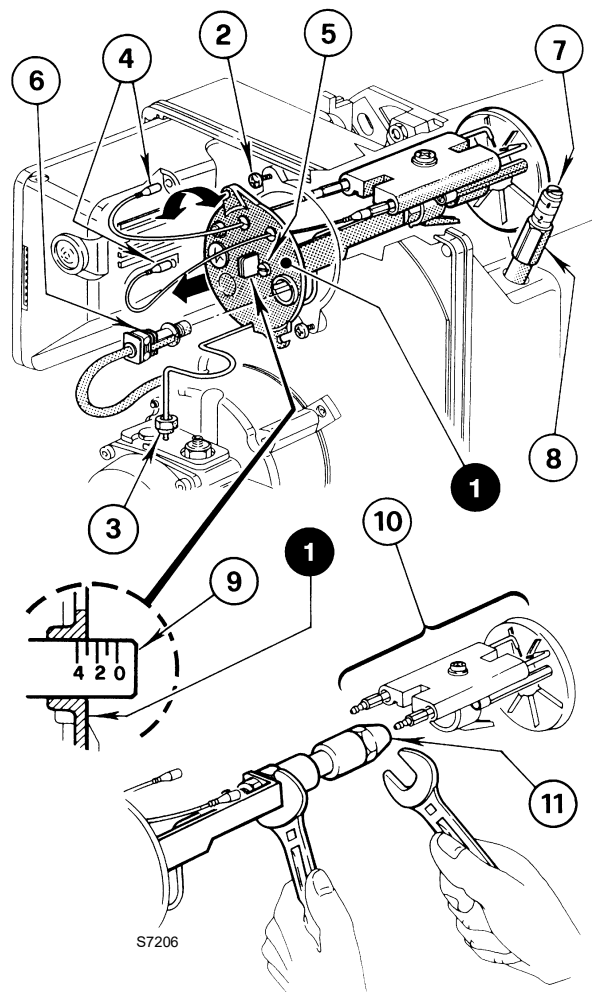

Abb. 10
Die Flammkopfeinstellung ist je nach Brennerdurchsatz verschieden (Abb. 10).
- die Stellschraube 5) so weit im oder gegen den Uhrzeigersinn drehen, bis die am Stellbügel markierte Kerbe 9)(Abb. 10) mit der Außenfläche des Düsenstocks 1)(Abb. 10) übereinstimmt.
- die Mutter 8)(Abb. 10) lockern und die Klappe durch Drehen an der Schraube 7) einstellen (Abb. 10).
- Nach der Einstellung die Mutter 8)(Abb. 10) wieder anziehen.